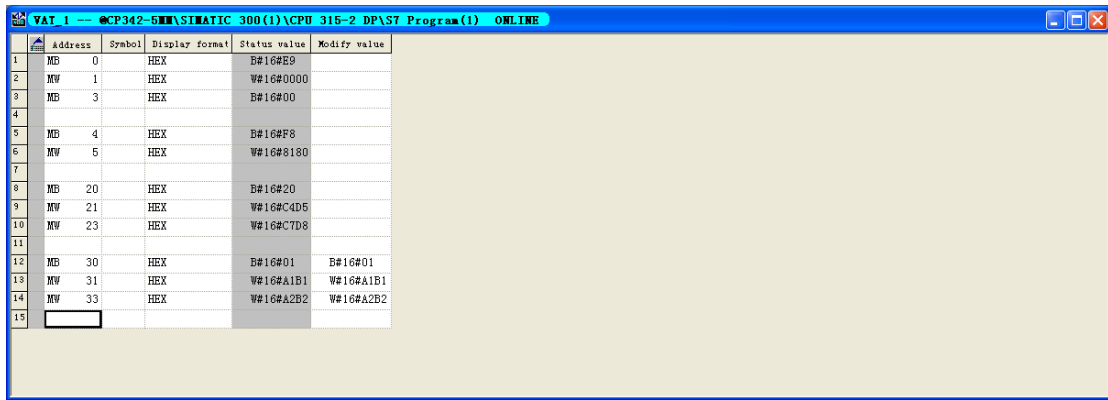
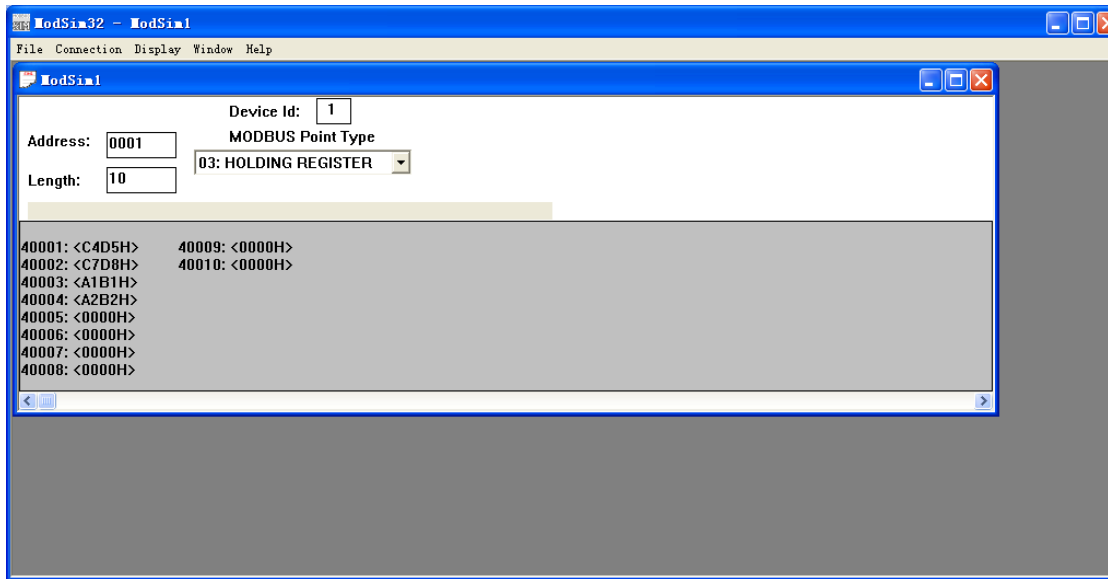

图 19
图 20
14. 使用 ModSim 软件模拟 MODBUS 从站，通过 232 转 485 的转换器把 PB-B-MODBUS 与计算机相连。如图 19 和图 20 所示，根据第 7 步的配置，MW21 和 MW23 分别是 CPU 读到的 MODBUS 从站 40001 和 40002 的数据，而 MW31 和 MW33 分别是 CPU 写入到 MODBUS 从站 40003 和 40004 的数据。数据交换成功，通讯正常。